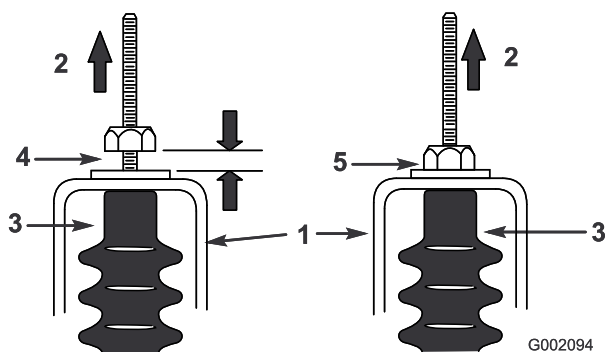

Figura 41
5. Tirate verso l'alto ciascun cavo del cambio e verificate che non vi sia alcun gioco tra il dado con rondella e la staffa di folle (Figura 41). All'occorrenza serrate il dado per eliminare il gioco.